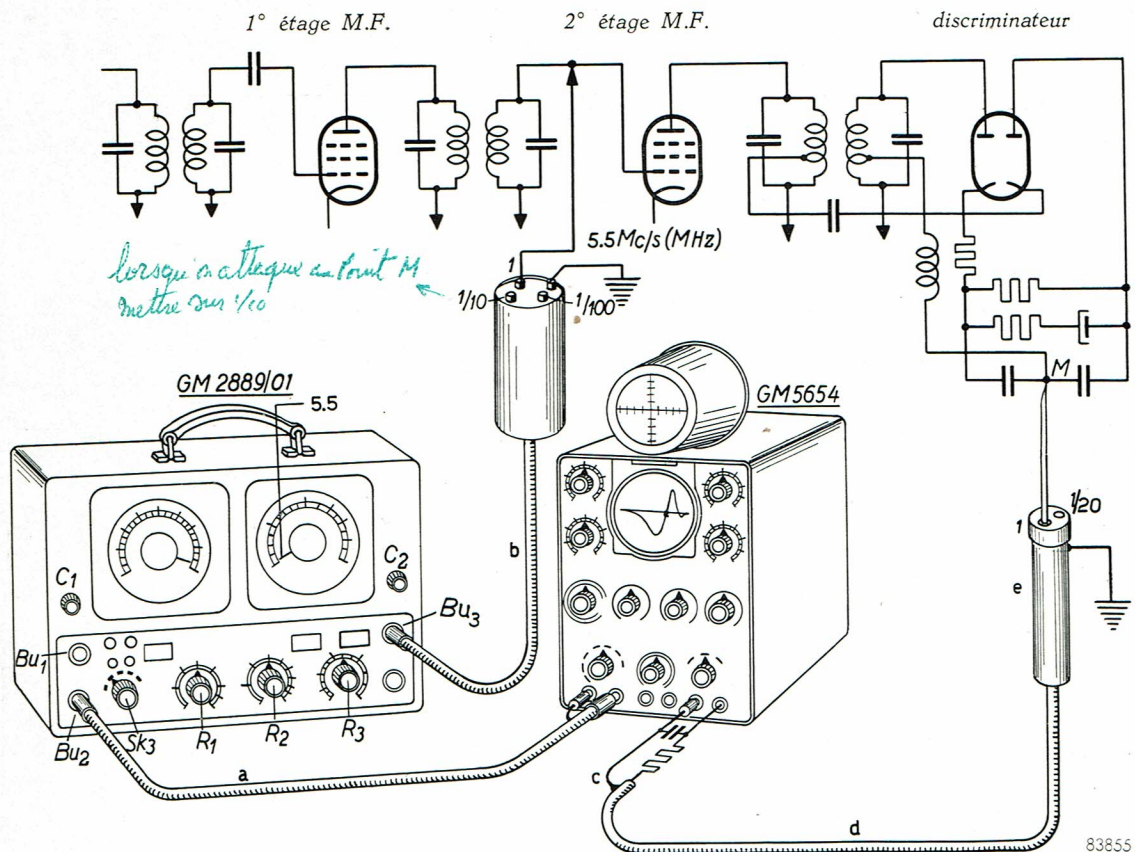

Fig. 14
- Raccorder, par l'intermédiaire du filtre RC et, au besoin, d'une sonde, l'entrée de l'amplificateur vertical de l'oscilloscope à un point (M, par exemple; voir fig. 14) situé après l'étage discriminateur.